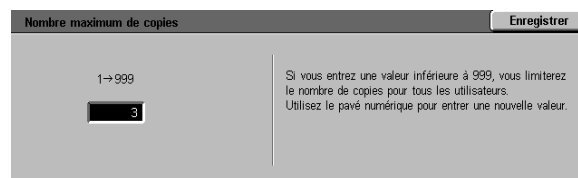

Figure 36 : Écran Nombre max. de copies
- À partir de l'écran Nombre max. de copies (figure 36), entrez, à l'aide du pavé numérique, le nombre maximum de copies ou de jeux admis (de 1 à 999).